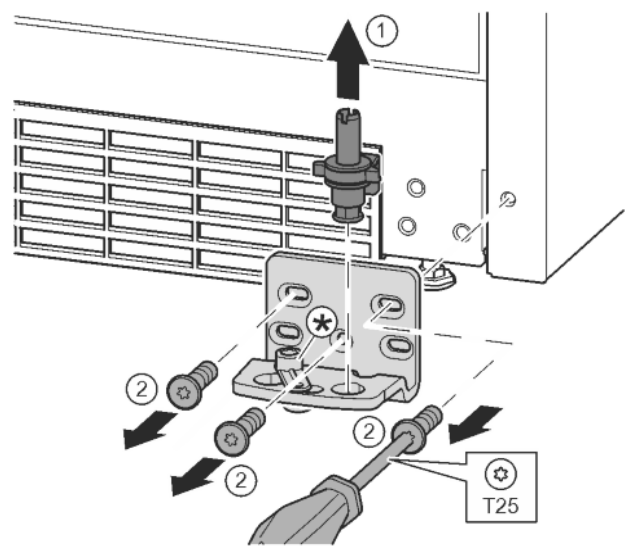

Fig. 11
- ▶ Ložiskový čep celý vytáhněte nahoru. Fig. 11 (1)
- ▶ Vyšroubování šroubů pomocí šroubováku T25 a sejmutí stojanu ložiska Fig. 11 (2)